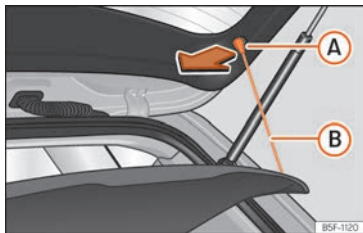

Abb. 137 Im Gepäckraum: Gepäckraumabdeckung aus- und einbauen.
- Hängen Sie die Haltebänder »» **Abb. 137** (B) aus den Aufnahmen (A) aus.
- Hängen Sie die Haltebänder »» **Abb. 137** (B) an der Heckklappe ein.